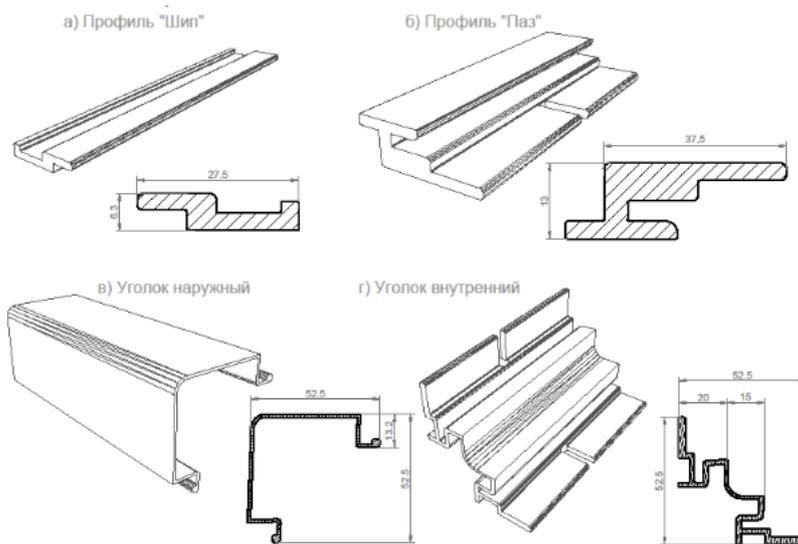

Рис. 7. Элементы системы крепления
**Скрытая система** крепления используется только для панелей HPL Compact (далее панели HPL или HPL), толщиной 6 мм, и включает в себя (Рис. 7):
- 1) Боковой профиль «Шип», L=3000 мм (Алюминиевый профиль 3м 363.02. АД31 Т1 п) (Рис. 7, а).
- 2) Боковой профиль «Паз», L=3000 мм (Алюминиевый профиль 3м 363.01. АД31 Т1 м) (Рис. 7, б).
- 3) Центральный профиль «Шип», L=200 мм. (5 шт. на панель, шириной более 660 мм) (изготавливается по месту из «Алюминиевого профиля 3м 363.02. АД31 Т1 п») (Рис. 7, а).
- 4) Центральный профиль «Паз», L=200 мм. (5 шт. на панель, шириной более 660 мм) (изготавливается по месту из «Алюминиевого профиля 3м 363.01. АД31 Т1 м») (Рис. 7, б).
- 5) Уголок внешний, L=3000 мм (Алюминиевый профиль 3м 363.04. АД31 Т5 внешний) (Рис. 7, в).
- 6) Уголок внутренний, L=3000 мм (Алюминиевый профиль 3м 363.05. АД31 Т1 внутренний) (Рис. 7, г).